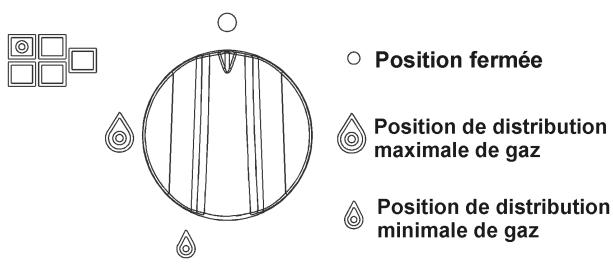

FIG. 1
Enfoncer et tourner dans le sens inverse des aiguilles d'une montre le bouton correspondant au brûleur à utiliser, l'amener sur la position Maximum (grande flamme fig. 1) et approcher une allumette du brûleur.
Enfoncer et tourner dans le sens inverse des aiguilles d'une montre le bouton correspondant au brûleur à utiliser, l'amener sur la position Maximum (grande flamme fig. 1) puis enfoncez et relâchez le bouton d'allumage.
Enfoncer et tourner dans le sens inverse des aiguilles d'une montre le bouton correspondant au brûleur à utiliser, l'amener sur la position Maximum (grande flamme fig. 1) puis enfoncez le bouton à fond.
Avec les brûleurs dotés d'un thermocouple de sécurité, il faut tourner dans le sens inverse des aiguilles d'une montre le bouton correspondant au brûleur à utiliser, l'amener sur la position Maximum (grande flamme fig. 1) jusqu'à entendre un léger déclic puis enfoncez le bouton et répéter les opérations indiquées précédemment.
- Lorsque l'ébullition a été atteinte, amener le bouton sur la position Minimum (petite flamme fig. 1).